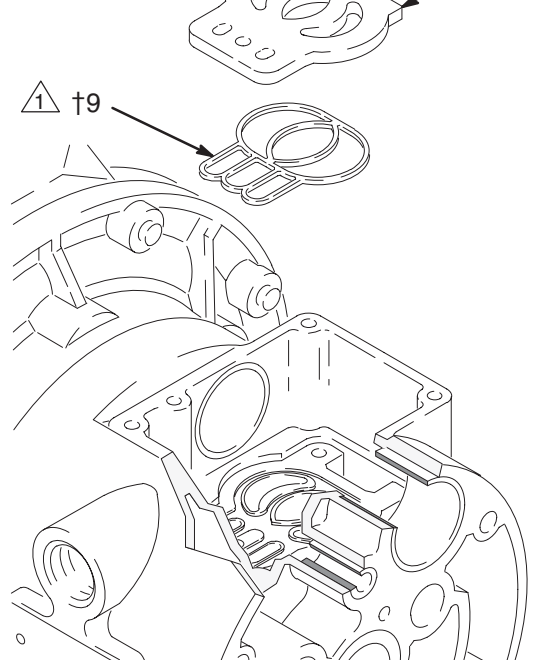

Fig. 11
5. Efterse ventilpladen (8■), mens den er monteret. Hvis den er beskadiget, fjernes de tre skruer (3) med en Torx-skruestrækker (T20) eller en 7 mm topnøgle. Fjern ventilpladen (8■) og ventilpladepakningen i aluminiumpakningen, og fjern pakningen (9). Se Fig. 11.
2. Monter ventilpladepakningen (9†) ned i rillen i bunden af ventilhulrummet på ventilpladepakningen i aluminium. Pakningens runde side **skal vende ned** i rillen. Se Fig. 11.
3. Monter ventilpladen (8■) i hulrummet. Pladen er vendbar, så begge sider kan vende opad på ventilpladepakningen i aluminium. Sæt de tre skruer (3) i, og spænd dem med en Torx-skruestrækker (T20) eller en 7 mm topnøgle. Tilspænd skruerne, indtil de går ud gennem bunden af huset. Se Fig. 11.